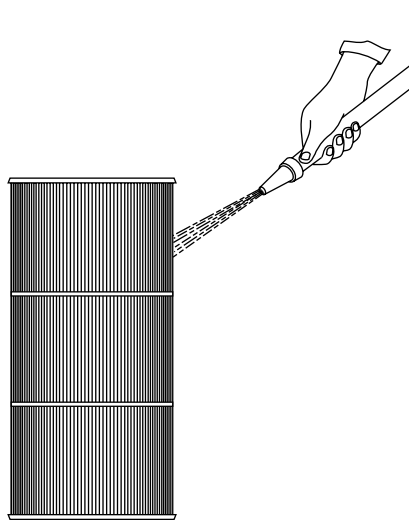

Figura 13
1. Use una manguera de jardín con una boquilla de flujo recto para lavar el elemento del filtro. (ver figura 13).